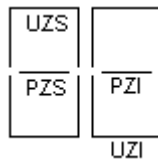

Figura 4
- falla por estado imposible de las llaves de posición en los indicadores de 7 segmentos: los segmentos horizontales de los indicadores de decenas y unidades muestran respectivamente el estado de las llaves de corte superiores e inferiores en el pasadizo, según la Figura 4